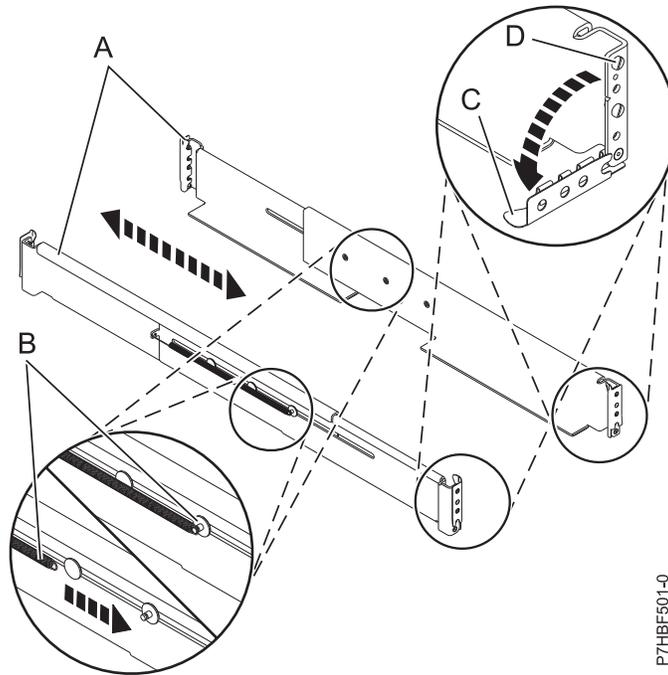

Figura 5. Instalación de los rieles
3. Gire hacia abajo las abrazaderas frontal y posterior (C) de los rieles derecho e izquierdo, tal como se muestra en la Figura 5 en la página 9.
4. En cada riel, quite la cinta que sujeta el muelle (**B**) al riel. Enganche el extremo del muelle alrededor del empalme circular del riel tal como se muestra en la Figura 5.